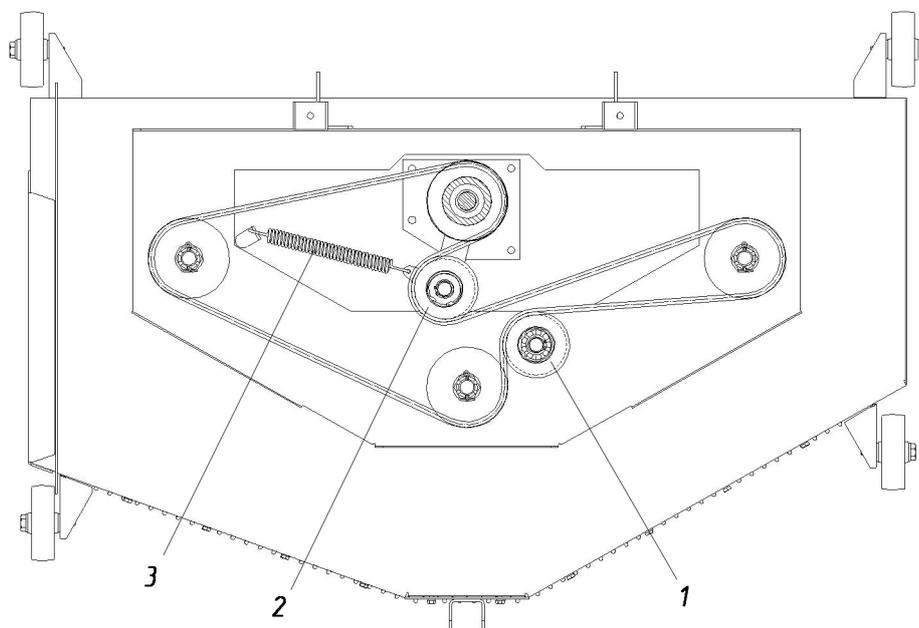

Рисунок 5.1 – Замена приводного ремня ножей косы
5.2.1 Снятие приводного ремня (рисунок 5.1)